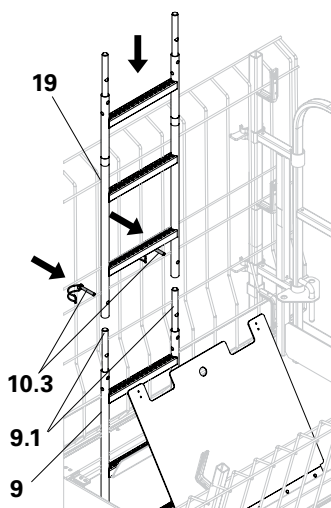

Fig. A9.06
- L'échelle d'accès est montée. (Fig. A9.06)